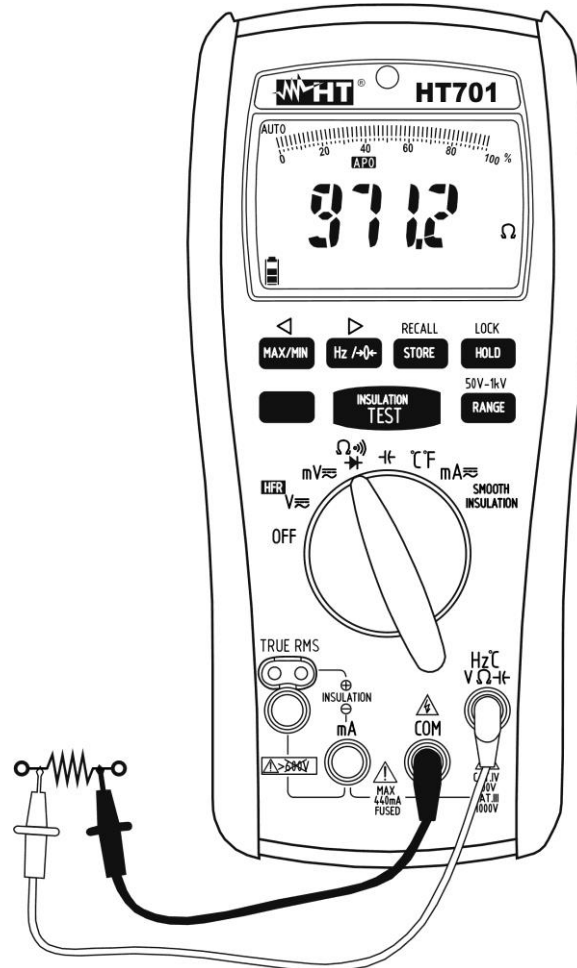

Fig. 6: Uso do instrumento para medir Resistências e Teste de Continuidade
3. Inserir o cabo vermelho no terminal de entrada **Hz°C V  $\Omega$  Hz** e o cabo preto no terminal de entrada **COM** (consultar a Fig. 6).